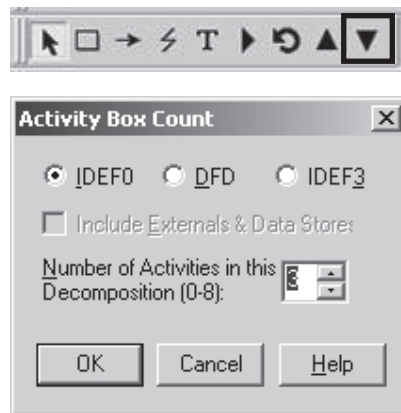

Рис. 2.1. Диалог Activity Box Count
1. Выберите кнопку перехода на нижний уровень в палитре инструментов и в диалог **Activity Box Count** установите число работ на диаграмме нижнего уровня –3 и нажмите ОК (рис. 2.1).